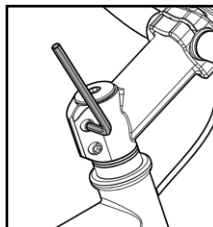
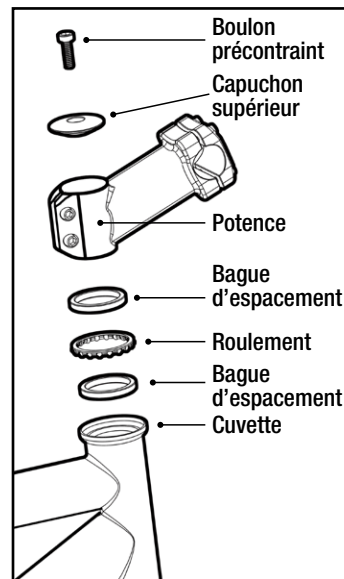

Figure 20
Figure 22
Si votre bicyclette est équipée d'une potence non filetée (voir la Figure 20), vous devez d'abord retirer le jeu de direction avant de l'installer. Utilisez une clé Allen de 4, 5 ou 6 mm (C) pour retirer le boulon précontraint, le capuchon et l'intercalaire en carton du jeu de direction. Jetez l'intercalaire en carton (voir la Figure 22).